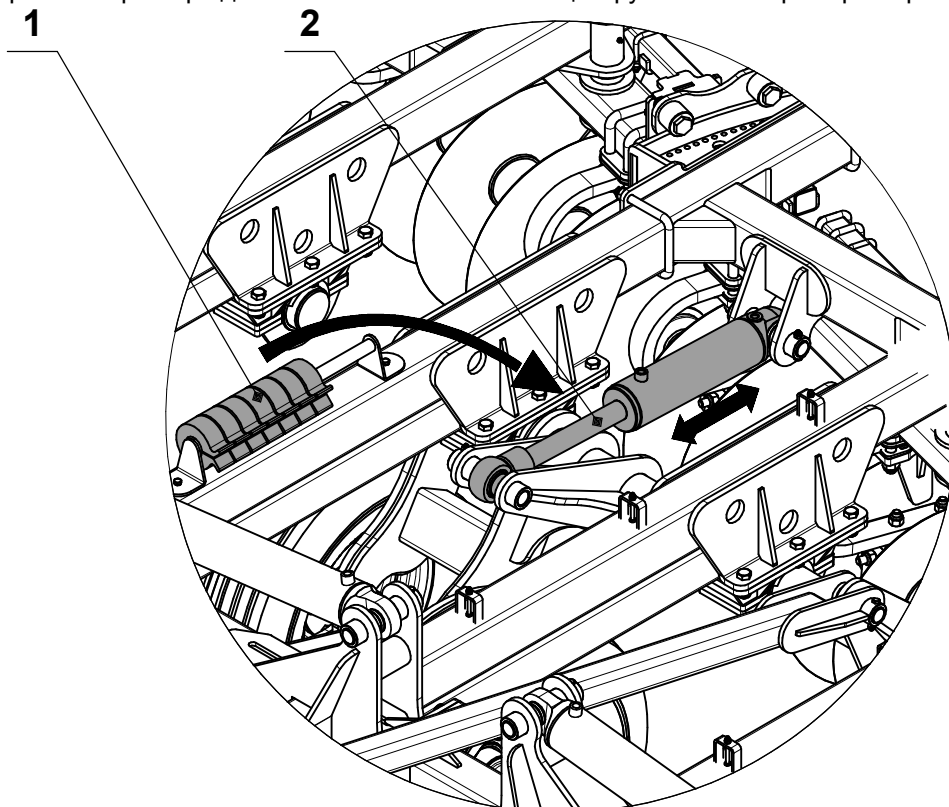

Рис.3-Регулировка рабочей глубины борны тяжелой дисковой "TORNADO -7000"
Регулировки рабочей глубины осуществляется за счёт изменения количества клипс **поз.1 (рис.3)** на поршневых штоках гидроцилиндров рычага транспортных колёс **поз.2 (рис.3)** правого и левого.
2. Измените количество дистанционных упоров **поз.1 (рис.3)**.